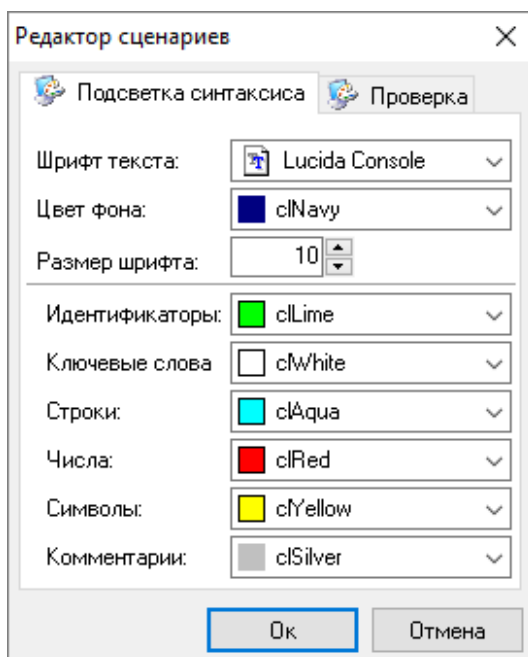

Рисунок 6-604 Редактор сценариев, вкладка "Подсветка синтаксиса"
Выберите в контекстном меню программы сценария команду «Параметры...», если необходимо открыть редактор сценариев (см. Рисунок 6-604), в котором:
- на вкладке **«Подсветка синтаксиса»** (см. Рисунок 6-604) осуществляется настройка отображения текста сценария управления в области ввода или области отображения программного кода сценария, а именно осуществляется выбор шрифта текста, цвета фона, размера шрифта, а также цвета для разных элементов программного кода – идентификаторов, ключевых слов, строк, чисел, символов и комментариев;